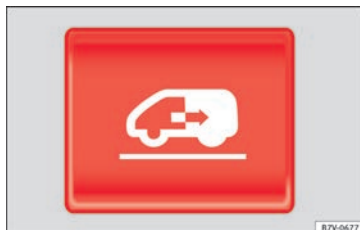

Abb. 50 In der Instrumententafel, im Fahrzeugschlüssel und in der Innenverkleidung der Schiebetür: Taste zum Öffnen und Schließen einer elektrischen Schiebetür.
Schiebetür elektrisch öffnen.	Taste » Abb. 50 in der Instrumententafel im Fahrzeugschlüssel oder an der Innenverkleidung vor der Schiebetür drücken. Die Schiebetür öffnet mit Kraftbegrenzung, solange die Taste nicht erneut betätigt wird.
Schiebetür elektrisch schließen.	Taste » Abb. 50 in der Instrumententafel im Fahrzeugschlüssel oder an der Innenverkleidung vor der Schiebetür drücken. Die Schiebetür schließt, solange die Taste nicht erneut betätigt wird, mit Kraftbegrenzung. Während des Schließvorgangs ertönen Warntöne.
- Taste  » » **Abb. 50** drücken und gedrückt halten. **Die Schiebetür schließt mit maximaler Kraft!**